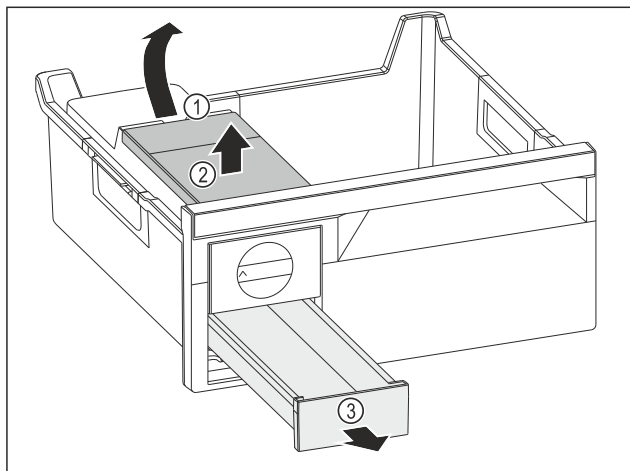

Fig. 104
- ▶ Estrarre il serbatoio dell'acqua: Sollevare il serbatoio dell'acqua nel vano Fig. 104 (1).
- ▶ Estrarre il serbatoio dell'acqua Fig. 104 (2) verso l'alto.
- ▶ Estrarre il cassetto del ghiaccio Fig. 104 (3) in avanti.